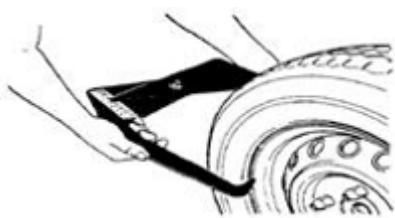

Рис.2
- установите значение «b»: введите номинальное значение, отмеченное нашине «b» или введите его с помощью кронциркуля, как показано на рис.2, затем нажмите и .